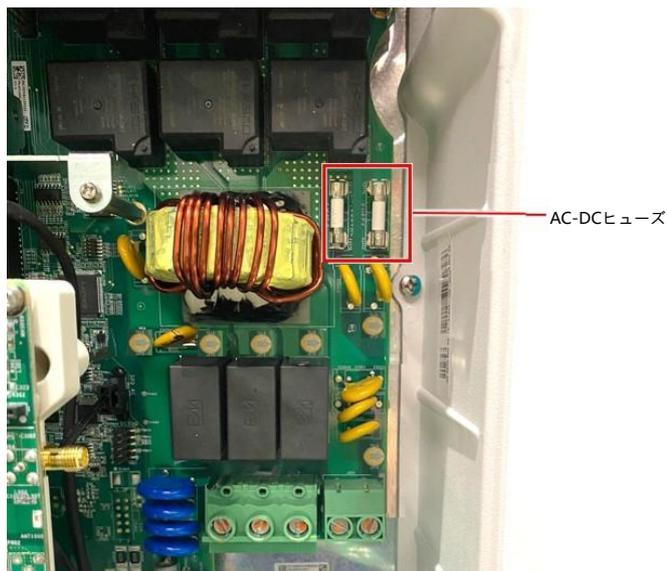

図 2 : AC-DCヒューズの交換
2. AC-DCヒューズをヒューズホルダーから取り外し、交換用ヒューズを挿入します (図 2 参照)。交換用ヒューズがホルダーの内部にしっかりと収まっているか確認してください。